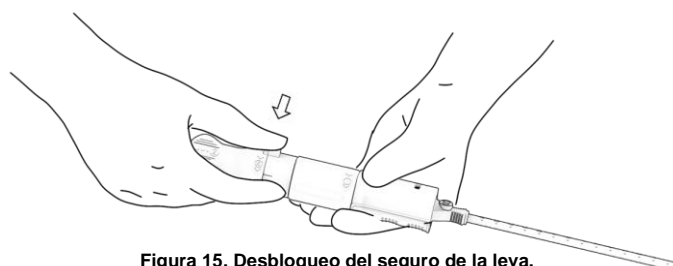

Figura 15. Desbloqueo del seguro de la leva.
- Localice el seguro de la leva (marcado con el número «4») y presione completamente este botón verde. Figura 15. Cerciórese de haberlo presionado completamente antes de pasar al paso 5.